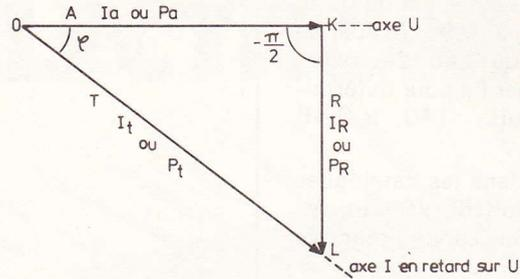

Fig. 6
- L'angle de déphasage  $\varphi$  est déterminé par la composition géométrique de la figure 6. On obtient le vecteur OL qui représente soit :